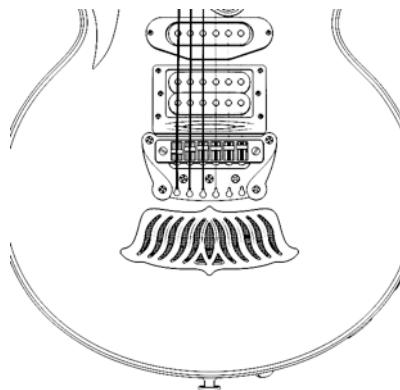

Fig. 16
- système acoustique à cornet avec haut-parleur dynamique portable et deux sorties acoustiques de cornet (Fig. 16). La sortie de la partie frontale du haut-parleur est disposée dans le cadre de la mécanique (Fig. 1 position 18, Fig. 16.), la sortie de la partie arrière du haut-parleur est recouverte par une plaque décorative (Fig. 1 pos. 16, Fig. 16);